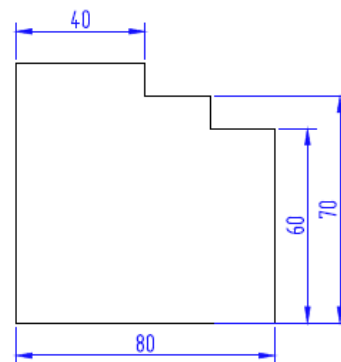

Рис.5. Общий вид шаблона для установки искрового промежутка
9.3.1.8. Для контроля искрового промежутка использовать универсальный шаблон (рис.5) или рулетку.